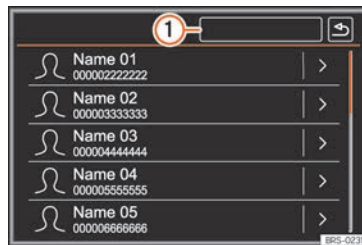

Fig. 225 Menu Contacts (répertoire).
- Appuyez sur la touche de fonction **Rechercher** » » fig. 225 pour ouvrir le masque de recherche.
- Appuyez sur la touche de fonction **» » » fig. 225** située à côté de l'entrée dans la liste de contacts²⁾.